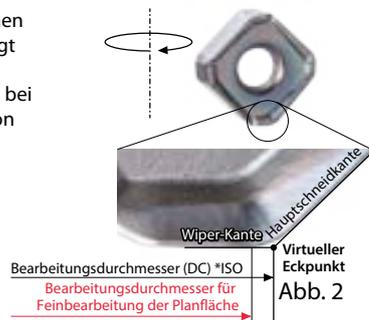

Abb. 2
In Bezug auf den in ISO* angegebenen Bearbeitungsdurchmesser (DC) hngt der numerische Wert des Bearbeitungsdurchmessers (Abb. 2), bei dem die Planflche bearbeitet ist, von der Wendeschneidplatte ab.